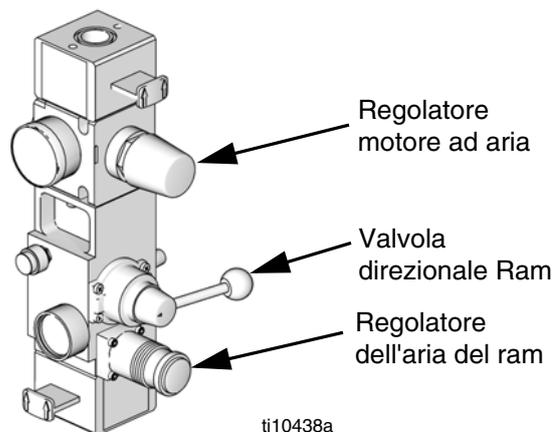

FIG. 7
10. Utilizzare il regolatore del motore pneumatico (vedere FIG. 7) per controllare la velocità della pompa e la pressione del fluido. Utilizzare sempre la minima pressione possibile necessaria per ottenere i risultati desiderati. Una pressione maggiore provocherà un consumo prematuro della punta/ugello e della pompa.